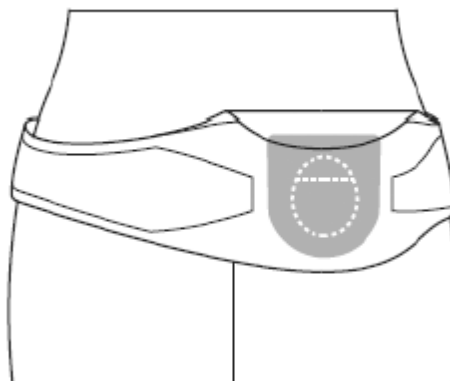

Рисунок 6. Расположение зарядного устройства над стимулятором.
2. Расположите зарядное устройство над стимулятором (рисунок 6).